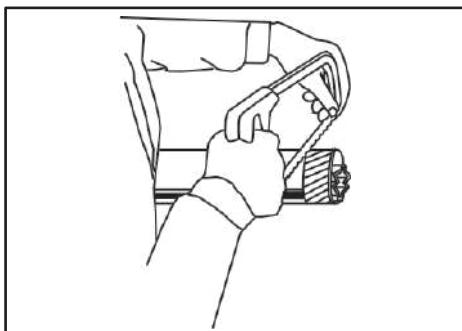

Рис.11
- Укоротите раздвижные трубы на ту же величину (рис. 11 и 12), снимите заусенцы и обработайте, затем смажьте внутреннюю часть трубы.